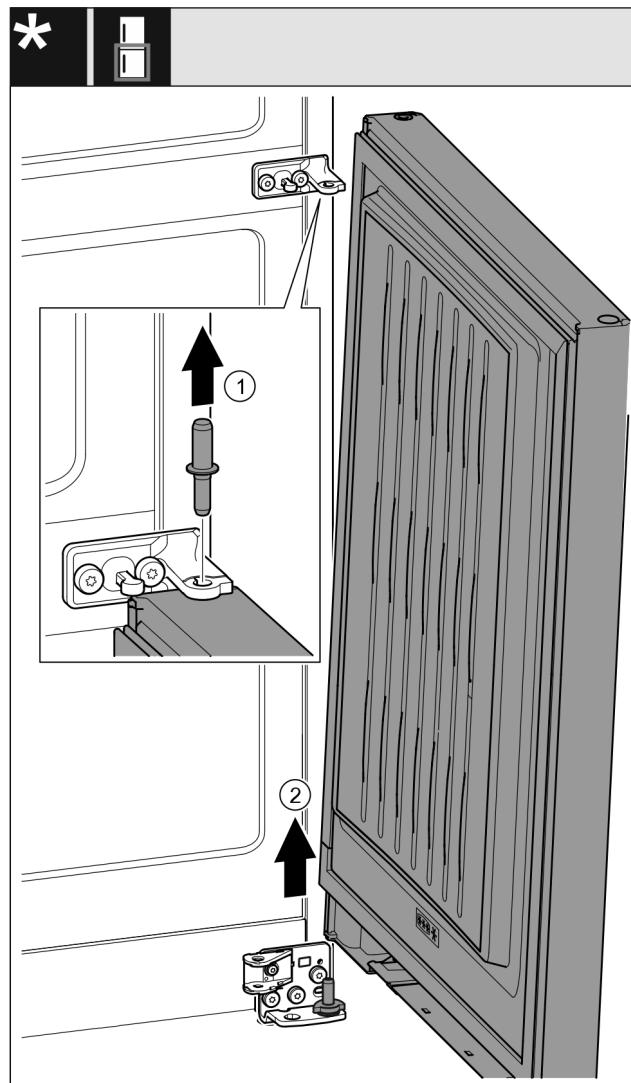

Fig. 23\*
- ▶ Čap vytiahnite nahor. Fig. 23 (1)\*
- ▶ Dvere vyklopte von, nadvihnite smerom hore a odložte nabok. Fig. 23 (2)\*